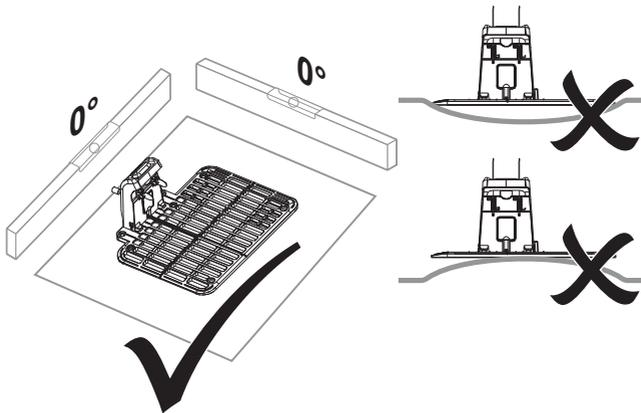

Fig. 4
- > Placez la station de base sur un support plat et plan (Fig. 4). L'espace libre (150 cm) autour de la station de charge doit également être plan.